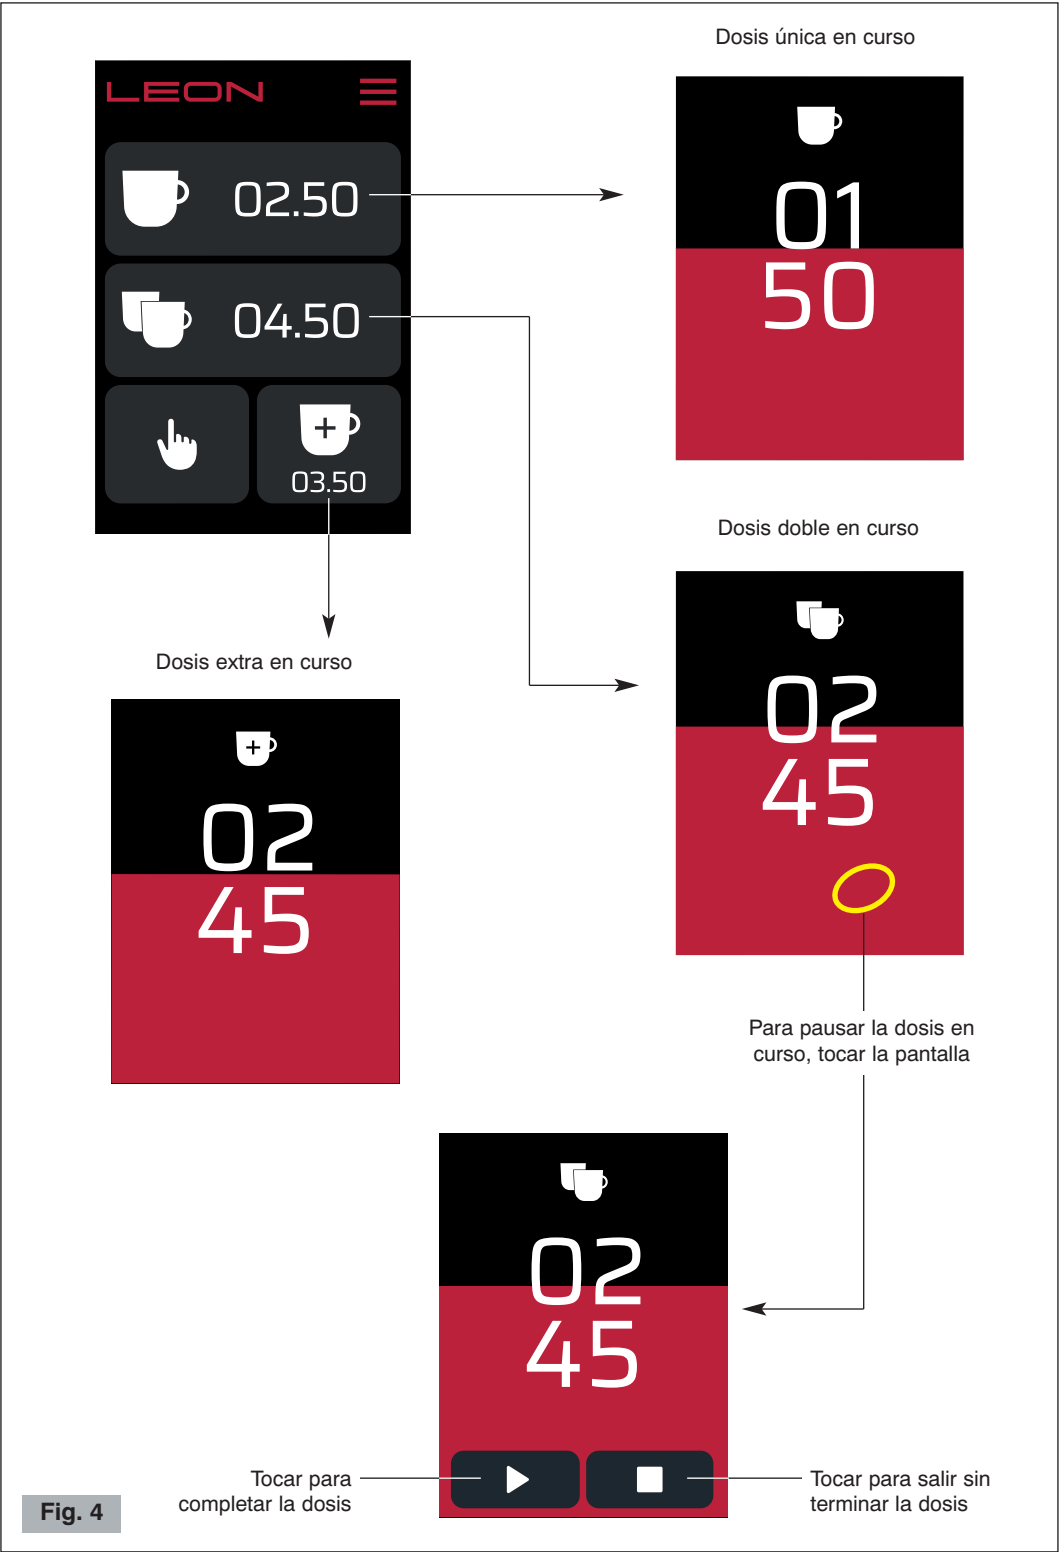

Fig. 4
- 2 Colocar el interruptor ON-OFF en la posición “I” (8 Fig. 1). La pantalla del panel de control se ilumina (9 Fig. 1) (véase Fig. 4).
Funcionamiento automático (véase Fig. 4)